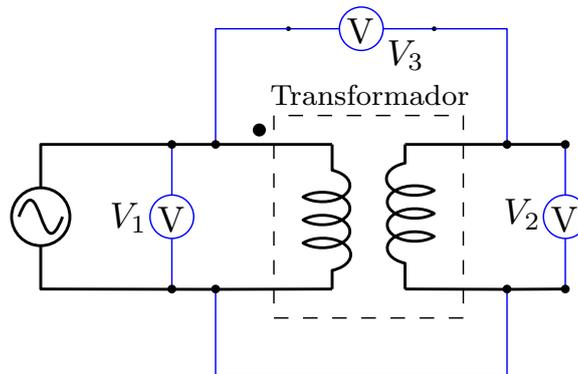

Figura 6.3: Circuito para o ensaio de polaridade
- Inicialmente é montado o circuito da Figura 6.3, com a bobina de alta como primário;
- b) Na metodologia de determinação da polaridade das bobinas, é possível determinar a polaridade sem medir V_2 (indicado na Figura 6.3)? Justifique.
- Meça as tensões V_1 , V_2 e V_3 (vide circuito da Figura 6.3) e determine a polaridade do secundário.